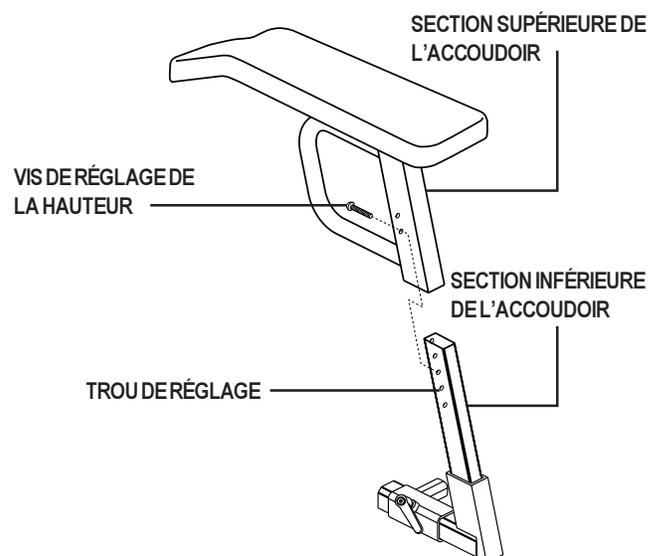

Figure 14. Réglage de la hauteur des accoudoirs
1. Enlevez la vis de réglage de hauteur de l'accoudoir. Voir la figure 14.